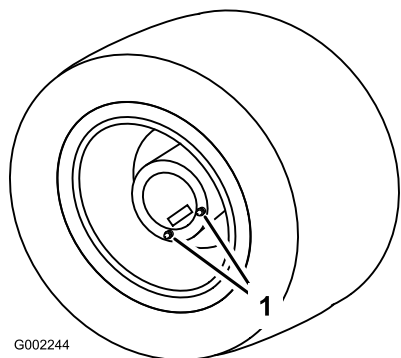

Figura 61
1. Posizionate l'irroratrice su un terreno pianeggiante con le ruote posteriori in posizione di spurgo come illustrato nella Figura 61.
3. Mettete una bacinella sotto i tappi di spurgo e toglieteli dalla ruota (Figura 61).